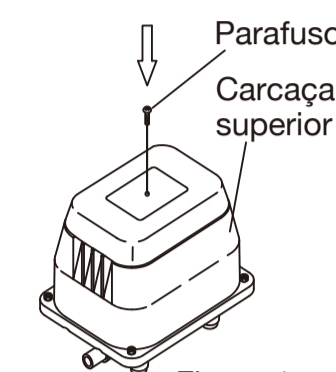

Figura 1
- Remova o parafuso de fixação da tampa do filtro. (Figura 1) => Se a cabeça do parafuso tiver areia ou poeira, poderá ficar danificado. Remova a areia e poeira em primeiro lugar, e, em seguida, retire o parafuso. Tenha cuidado para não deixar cair ou perder o parafuso.